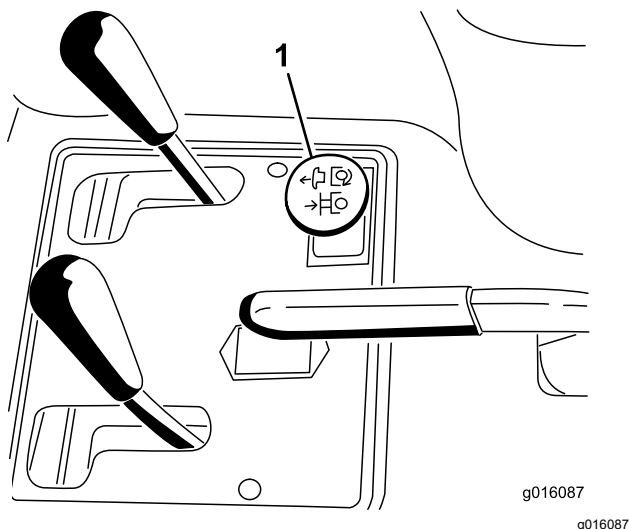

Figura 12
3. Engate a lâmina puxando o manípulo de controlo da hidráulica remota para cima (**Figura 12**).
- Desengate a lâmina empurrando o manípulo de controlo da hidráulica remota para baixo (**Figura 12**).